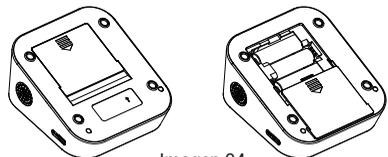

Imagen 04
1. Presione el gancho en la parte inferior de la tapa del compartimento de las pilas y levante la tapa en la dirección de la flecha (Imagen 04).